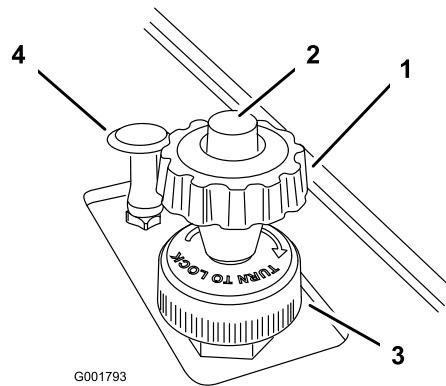

図 23
- ボタンを押しながら、ノブを引き上げ、リミッタがアクセル・ペダルに当たったのが足に感じられたら、ボタンから指を離す(図 23)。
- 希望する速度にセットされたら、速度リミッタの根元にあるロック・ダイヤルを右に回して設定を固定する(図 23)。ロックを解除する場合には、このダイヤルをゆるめる。